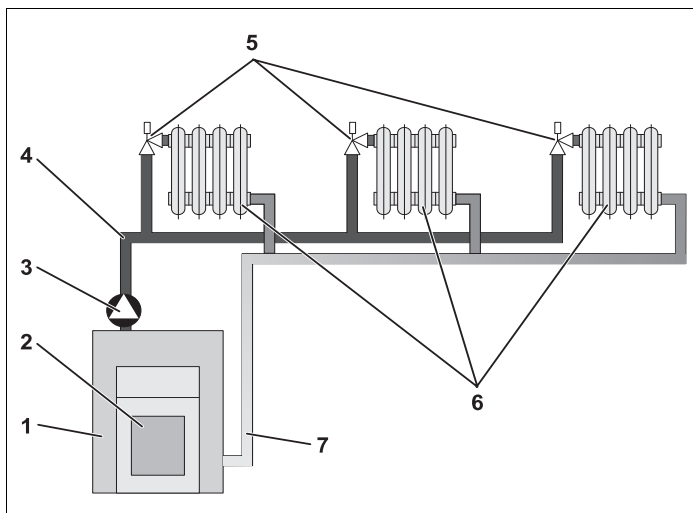

Abb. 1 Schema Pumpenheizung
In Abbildung 1 ist der Heizkreislauf einer Pumpenheizung dargestellt: Der Brenner (2) erwärmt das Wasser im Heizkessel (1). Dieses Heizungswasser wird von der Pumpe (3) durch die Vorlaufleitung (4) zu den Heizkörpern (6) gepumpt. Das Heizungswasser durchströmt die Heizkörper und gibt dabei einen Teil seiner Wärme ab. Über die Rücklaufleitung (7) fließt das Heizungswasser zurück in den Heizkessel; der Heizkreislauf beginnt von neuem.
Ein Heizkreis beschreibt den Kreislauf, den das Heizungswasser vom Heizkessel über die Heizkörper und zurück nimmt (Abb. 1 auf Seite 8). Ein einfacher Heizkreis besteht aus dem Wärmeerzeuger, der Vorlaufleitung, dem Heizkörper und der Rücklaufleitung. Die Umwälzung des Heizungswassers übernimmt eine Pumpe, die in die Vorlaufleitung eingebaut wird. Wenn die Rohrleitungen gut isoliert sind, werden alle Heizkörper mit der gleichen Vorlauftemperatur versorgt.